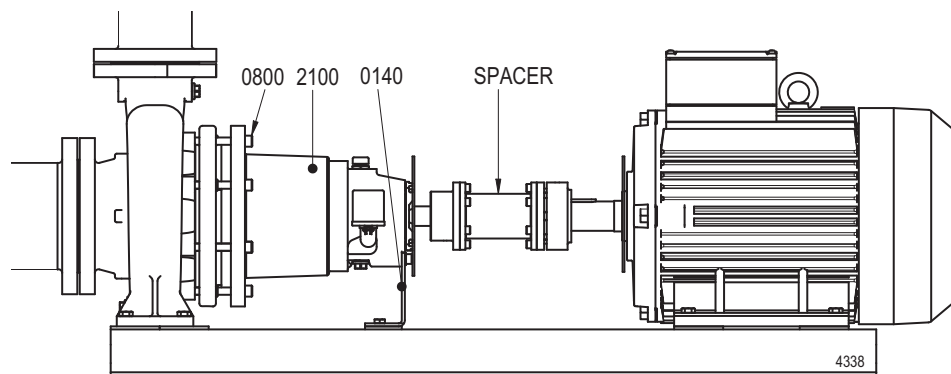

Figura 9: Principio de desmontaje por el lado de accionamiento.
- 3 Desmonte el pie soporte (0140) de la placa base, consulte figura 9.